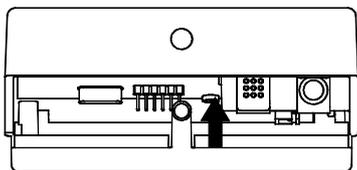

Fig. 4
**2** Ruotare la calotta esercitando una leggera pressione fino ad estrarla completamente (Fig. 4).